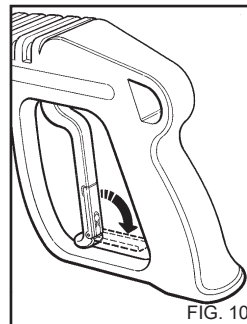

FIG. 10
- Stäng fästets skyddskåpa när rengöringsmaskinen inte används (fig. 10).